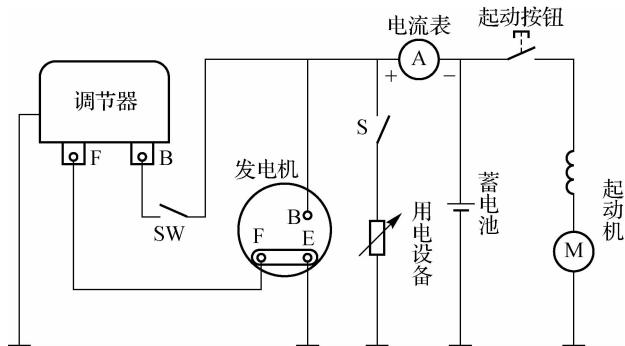

图 3-13 简单电路图
- (1) 图 3-13 所示电路中标示的元件各为电路的哪个组成部分？
- (2) 若图中控制开关闭合，则用电设备处在什么状态？